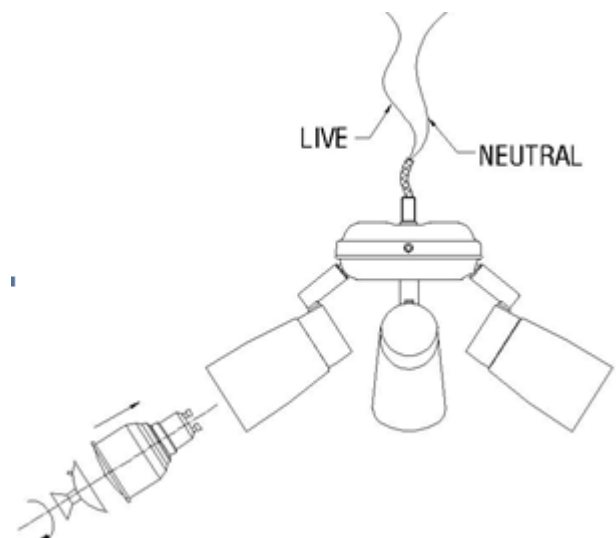

Abb. 9
3. Die L und N Beleuchtungskabel durch die Öffnung des Beleuchtungsgehäuses einschieben (Abb.9)